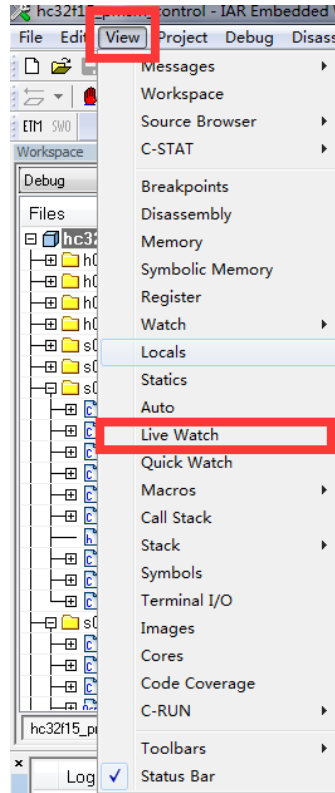

图 34 Live Watch
1. 为了保证安全，程序默认状态下电机转速为 0，需要在 Debug 模式下进行速度的设置。在 View 菜单栏中点击 Live Watch，如图 34 所示，调出 Live Watch 菜单栏，调出后的效果如图 35 所示。